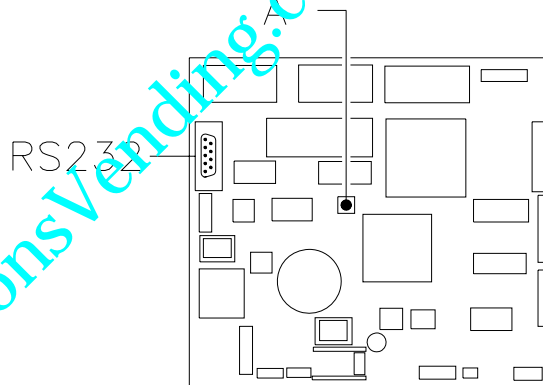

FIG. 5
- Si en la pantalla aparece "MEMORY CLEARED" apretar el pulsador situado en la tarjeta principal dentro de la caja recaudadora (véase FIG. 5) para inicializar la memoria. En la pantalla aparece el mensaje "PUERTA ABIERTA DISTRIBUIDOR EN MANTENIMIENTO". El distribuidor automático empezará automáticamente un autotest. Si no se identifica ningún error la columna se desplazará a la posición de inicio y la máquina estará lista para el uso.
Apretando el pulsador Ref. A FIG. 5 situado en el circuito impreso electrónico principal en el interior de la caja recaudadora FIG. 2 Ref. 1, la memoria se restablece automáticamente con los valores preestablecidos descritos en la sección dedicada a las instrucciones. Luego la máquina restablecerá automáticamente su memoria activando una serie de tests, al final de los cuales, si todo está en orden, entrará en funcionamiento. En caso contrario, el distribuidor quedará bloqueado y en el visualizador aparecerá el número del test que corresponde a la parte en la se ha verificado el problema de funcionamiento. Véase el párrafo **BÚSQUEDA AVERÍAS**.
Abrir la portezuela de la caja recaudadora y mantener apretado el pulsador de modo Ref. A FIG. 5 por 2 segundos aprox., hasta que en la segunda línea del visualizador del distribuidor aparezca escrito **"Mando 00"** y el zumbador produzca un sonido prolongado. La primera línea del visualizador indica que el distribuidor se encuentra en el **"modo programación"**. Este nivel del menú permite el acceso sólo a los mandos que sirven para modificar el precio y para visualizar la venta por precio (mandos 03-04-05-06).